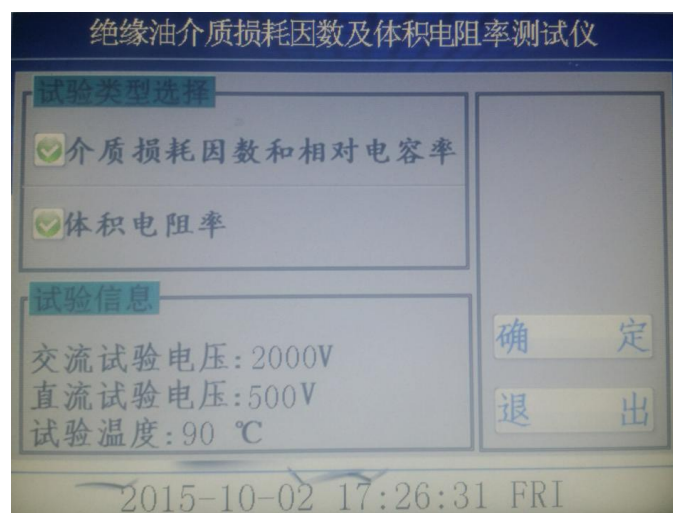
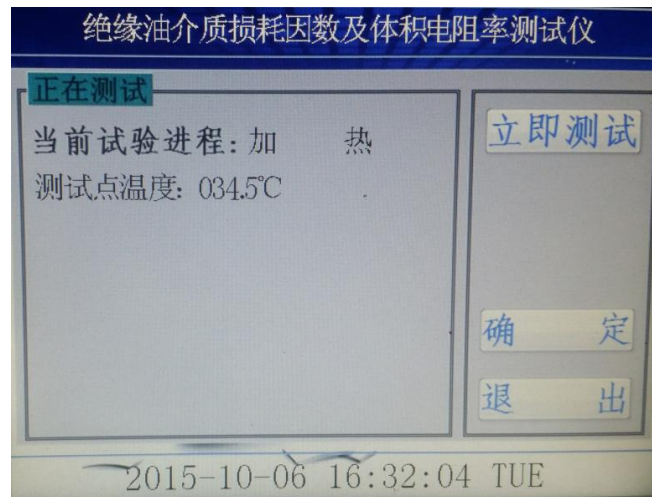

图 6
图 7
5、在图 3 界面下，点击空杯测试进入图 6，空杯测试主要是对油杯注油前的干净程度和装配进行验证，可以选择介质损耗因数和相对电容率及体积电阻率，点击测试项目前面的光标即可选择测试还是不测试。空杯介损值越小越好，在图 6 中选择完测试项目后点击确定后即可进入图 7，图 7 中设备可以在设定的 90°C 进行测量，也可以点击立即测试，在当时温度下测量。
6、空杯检测完毕没有问题后，将油杯的内电极取出置于油杯架上，取 40ml 待测油样置于油杯中（注意：注入油样时一定注意不能出现气泡，应沿着杯壁缓缓注入），油样注入后，再将油杯的内电极慢慢的放到位。（动作要慢一些，防止动作太快，排气不及时，使油样溢出），接好测量信号线和温度信号线，点击图 3 中的自动测试，进入图 6 界面和图 7 界面，一般测油是都按照规程 90℃ 测量，同样也可以选择立即测试，在当前温度下测量。